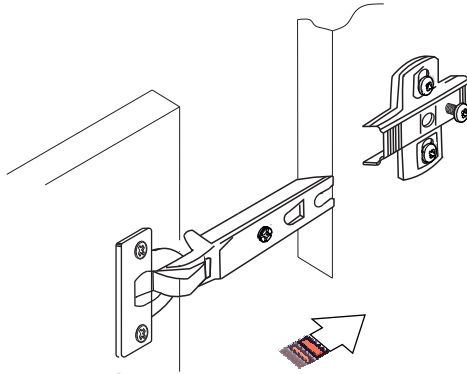
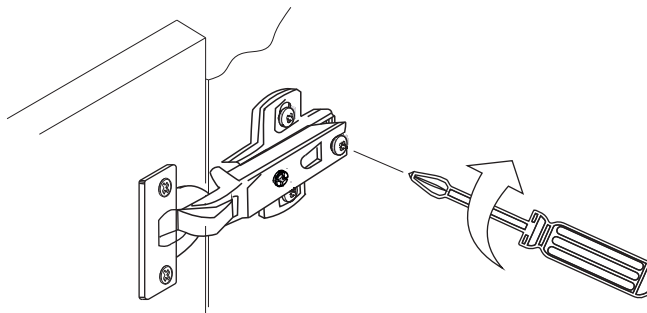

Рис. 3.
Рис. 4.
4. Надеть петли на монтажные планки (Рис. 3) и закрепить винт согласно Рис. 4.